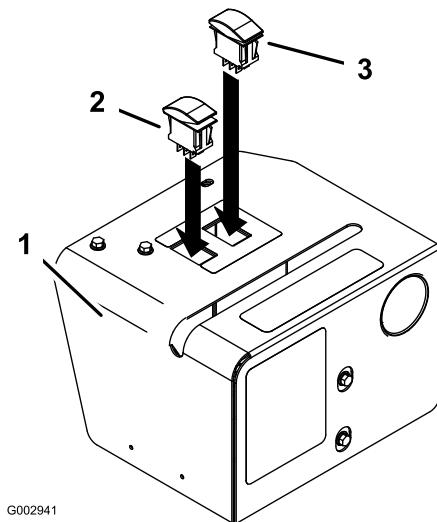

Figura 23
- 5. Montate i due comandi nei fori rettangolari sopra il coperchio (Figura 23). Montate l'interruttore momentaneo (interruttore che rimane al centro quando non è premuto) nel foro contrassegnato dalla variabile continua e dai segni più (+) e meno (-).